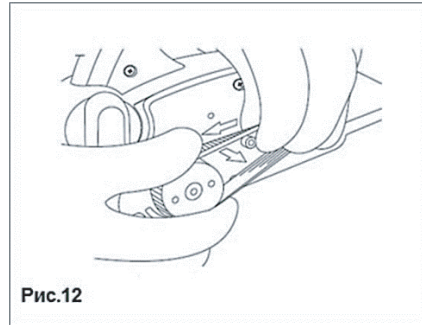

Рис.12
- Повільно повертаючи шків однією рукою, іншою обережно зніміть ремень зі шківів. (Рис.12) Для встановлення ременя акуратно одягніть його спочатку на один шків, потім на іншій.